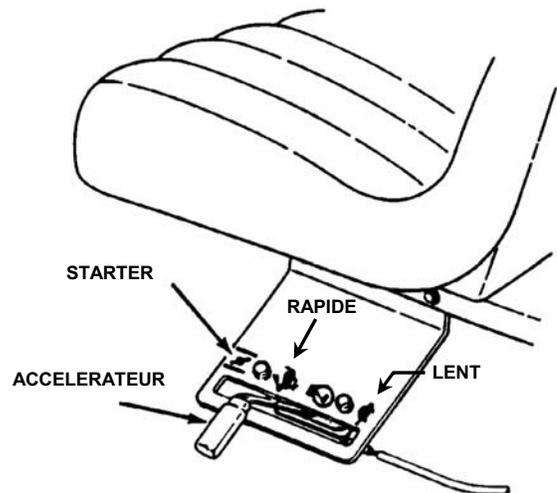
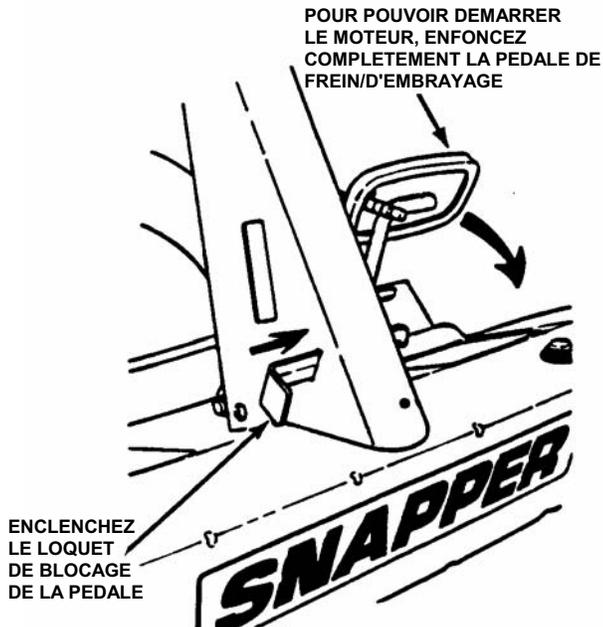

FIGURE 2.6
FIGURE 2.8
5. Amenez l'accélérateur sur la position starter si le moteur est froid. Voir la figure 2.6.
IMPORTANT: Si vous tournez la clé de contact sur la position marche (ON) et que la poignée du lanceur est tirée, le moteur sera entraîné mais il ne démarrera que si la pédale de frein/d'embrayage est complètement enfoncée avec le frein de stationnement bloqué et que si le levier d'embrayage de la lame est sur la position OFF (voir la figure 2.8). Démarrez le moteur de la manière suivante :
1. Amenez le levier de vitesses au point mort (N). N'ESSAYEZ PAS de faire démarrer le moteur avec le levier de vitesses dans cette position.
3. Enfoncez complètement la pédale de frein/d'embrayage, enclenchez le loquet de blocage de la pédale puis relâchez-la pour bloquer le frein de stationnement. Voir la figure 2.8.